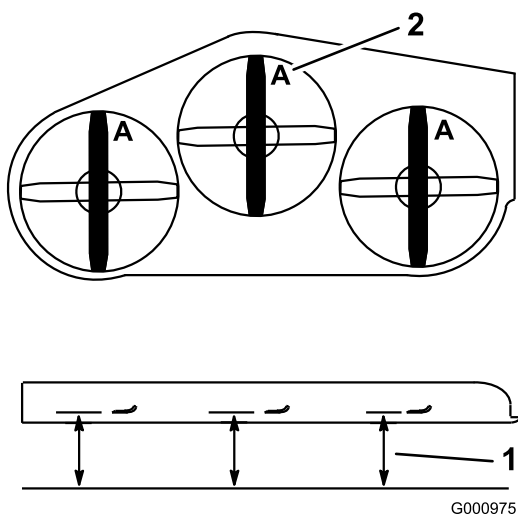

図 75
2. Aの位置で(図 75)、平らな床面からブレードの刃先までの高さを測る。